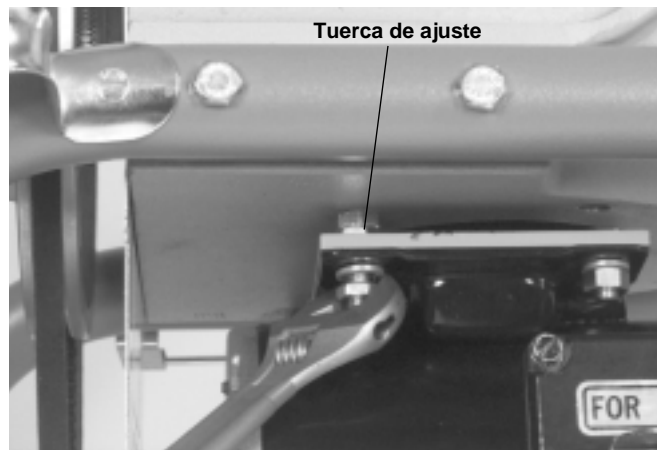

Figura 15 – Regulación de la correa trapezoidal
2. Afloje la tuerca de seguridad, gire el perno de ajuste lentamente hasta que la correa se tense. Apriete la tuerca de seguridad. (*Figura 15*)